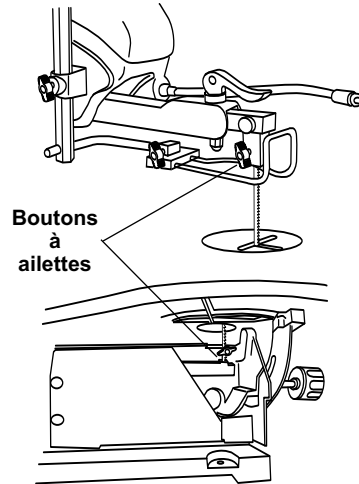

Figure 9. Changement de lame
2. Ouvrez la trappe d'accès facile et desserrez les boutons de serrage de la lame situés sur les porte-lames supérieurs et inférieurs (Figure 9). Enlevez la lame de ces porte-lames en la tirant vers l'avant et ensuite en la soulevant pour la faire passer par le trou d'accès de la table. Pour enlever la lame du porte-lame supérieur, il peut être utile d'exercer sur ce dernier une légère pression vers le bas.
REMARQUE: Pour pouvoir scier et empêcher la lame de soulever la pièce de manière incontrôlable, il faut toujours diriger les dents des lames utilisées sur le poste à chan-tourner vers le bas quand on les installe, comme indiqué à la figure 9.